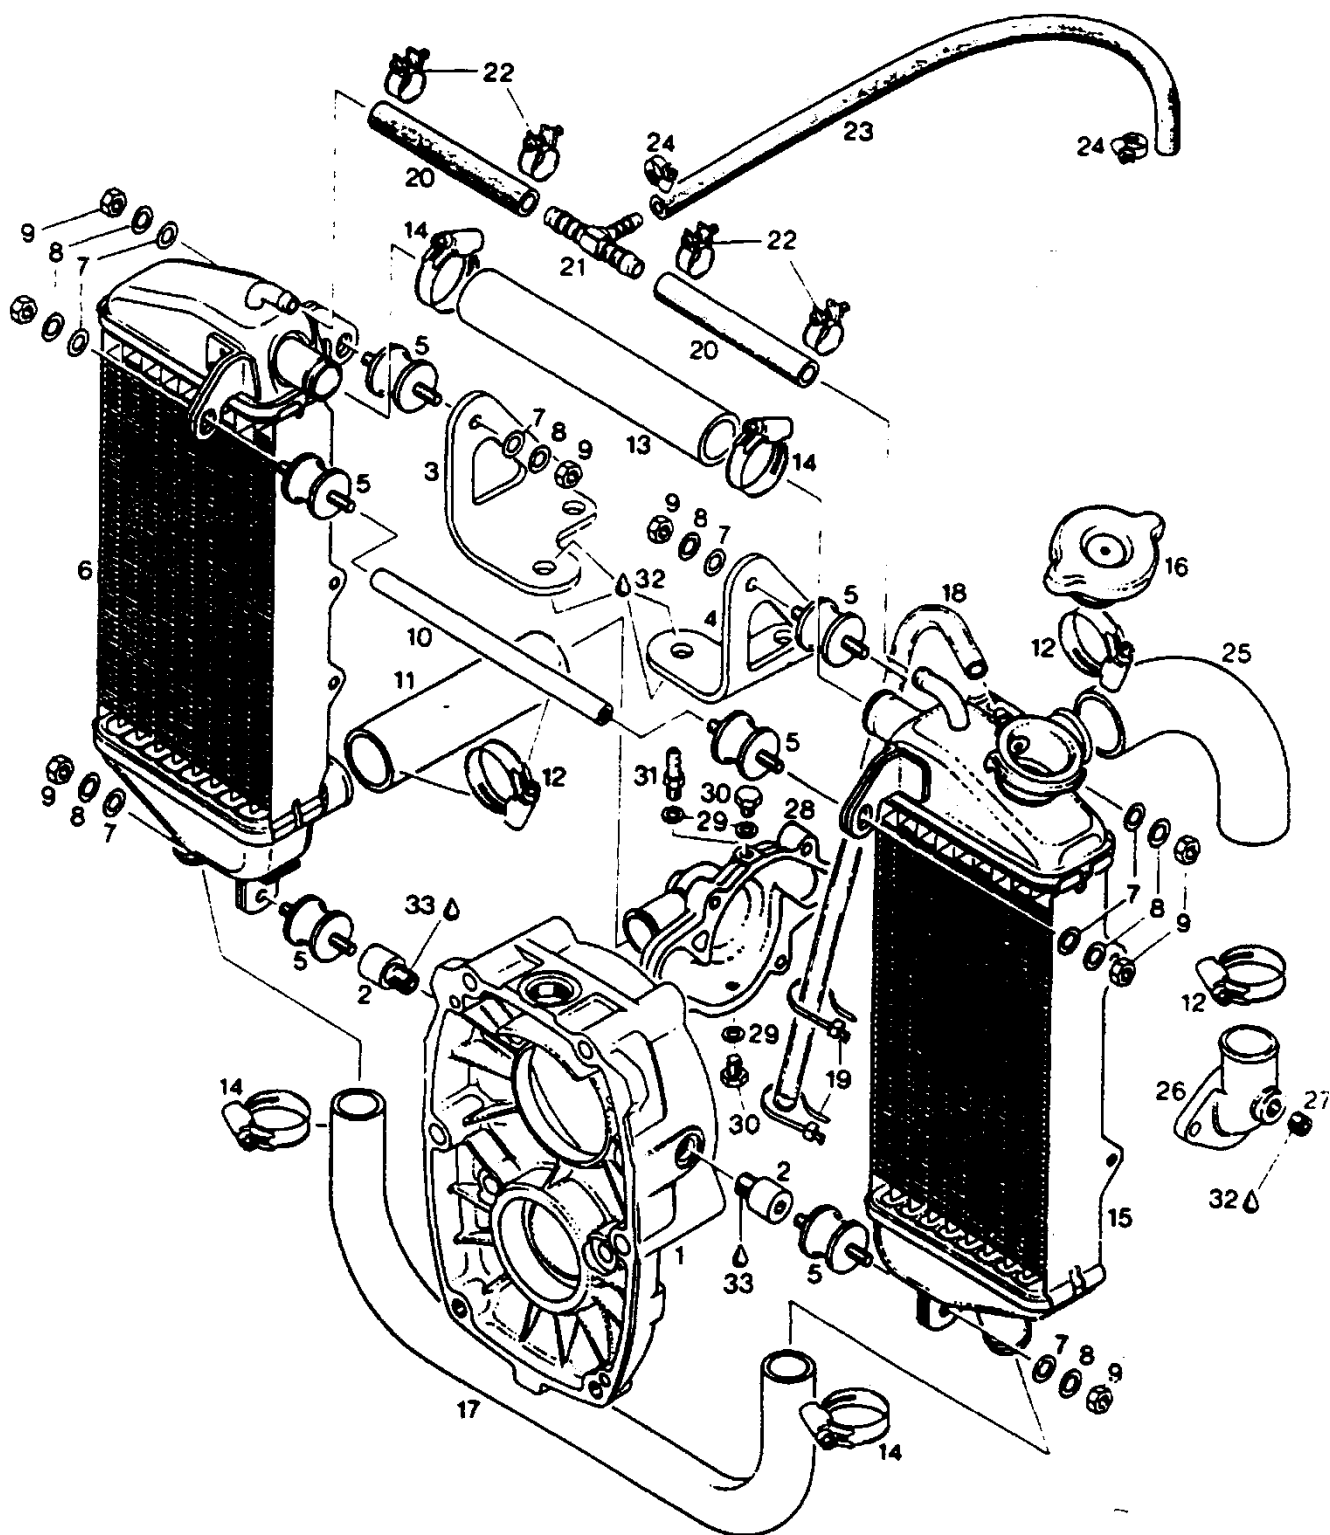

Рис. 53. Двухсекционный низкий радиатор
1. Двухсекционный низкий радиатор (рис. 53) (объем - 0, 6 л, площадь - 4, 8 дм²) устанавливается на двигатель. Объем системы охлаждения - 2, 35 л.